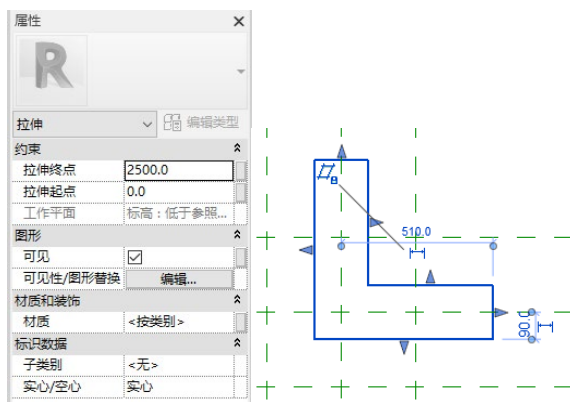

图 5-42 设置拉伸参数
(3) 单击“模式”面板中的“完成编辑模式”按钮, 在“属性”选项板中设置“拉伸起点”为“0.0”，“拉伸终点”为“2500.0”，如图 5-42 所示，单击“应用”按钮，完成拉伸模型的创建。